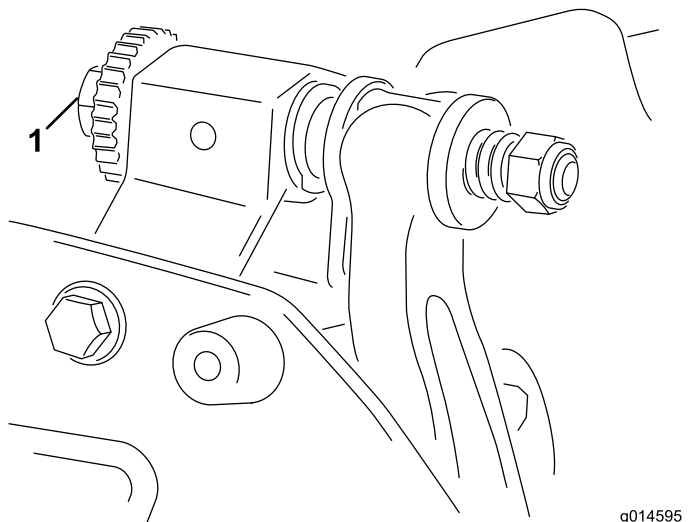

Рисунок 8
- А. Поворачивайте регулировочные винты неподвижного ножа по часовой стрелке (Рисунок 8) по одному щелчку за раз, чтобы можно было ощутить и услышать легкий контакт.
6. Поворачивайте правый регулировочный винт планки неподвижного ножа (Рисунок 8), пока не почувствуете легкое давление на регулировочной прокладке при перемещении ее из стороны в сторону. Удалите регулировочную прокладку.